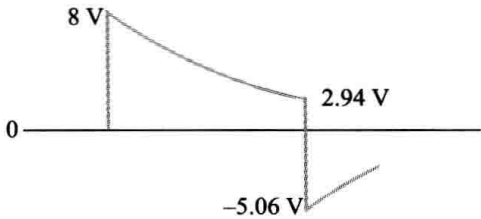

图 P-20
- 13. 交换 R 和 C 的位置，输出电压见图 P-20。 $5\tau = 5\text{ms}$ （重复习题 8）。